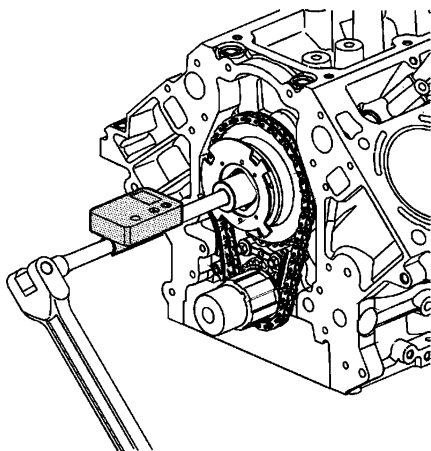

图 20-23 紧固凸轮轴执行器电磁阀
14) 如图 20-23 所示, 紧固凸轮轴位置执行器电磁阀, 第一步紧固到 $65\text{N} \cdot \text{m}$, 然后用专用工具 J45059 再紧固 90° 。